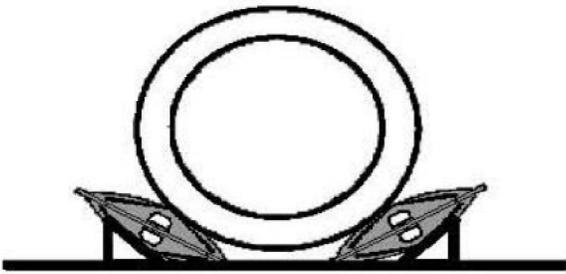

Abbildung 2-6. Korrekte Vorgehensweise beim Aufblasen gestapelter Hebekissen
h. Beim Anheben großer zylindrischer Objekte (Abbildung 2-6) verwenden Sie auf jeder Seite des Zylinders jeweils ein Hebekissen, das für einen gleichmäßigen Hub von Keilen gehalten wird.